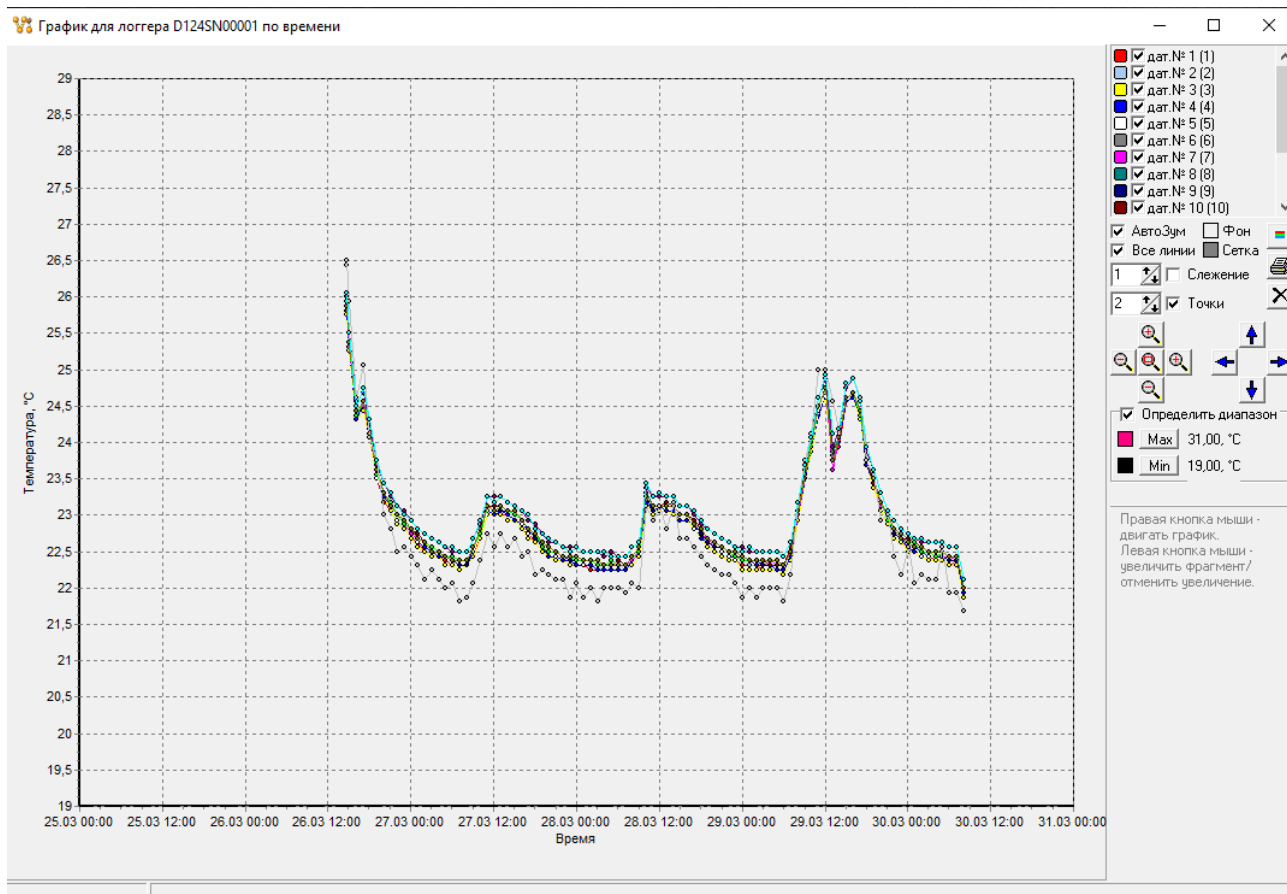

Рисунок 7
- «Показать график» – функция построения графика по загруженным данным с учетом выбранного «Представления» по времени или по номеру датчика (Рисунок 7);
2.4.1.9 В окне графика (Рисунок 7) расположены инструменты для работы с данными, позволяющие масштабировать график, отключать отображение замеров, менять стиль отображения, задавать линии уставок и выводить график на печать.